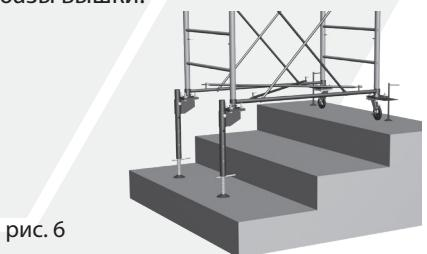

рис. 6
Установив при помощи комплекта крепежа колес (8) регулируемые опоры (11), вышку можно использовать для работы на лестничных маршах (рис. 6). Для дополнительной устойчивости вышки, обязательно используйте съемные винтовые опоры (10).